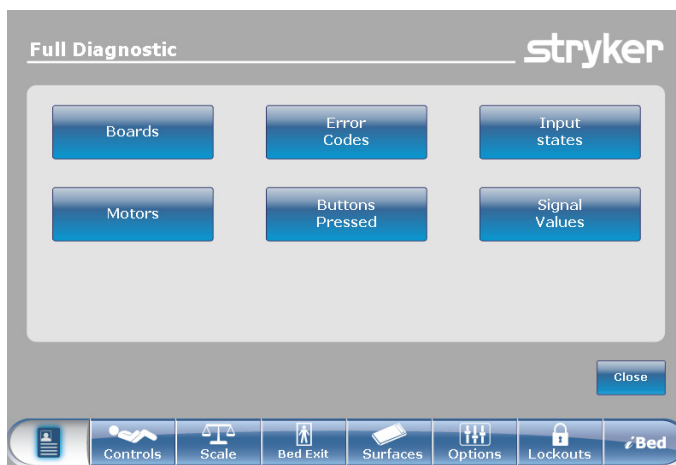

Afbeelding 25: Calibration Complete (Ijking voltooid)
29. Wanneer de ijkprocedure is afgerond, wordt afbeelding 25 (zie hieronder) weergegeven.